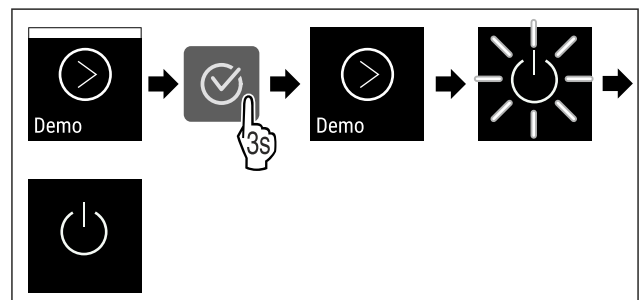

Fig. 111
- ▶ Изпълнете стъпките (виж Fig. 111) .